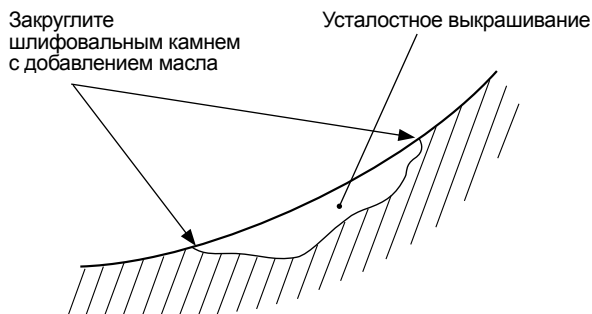
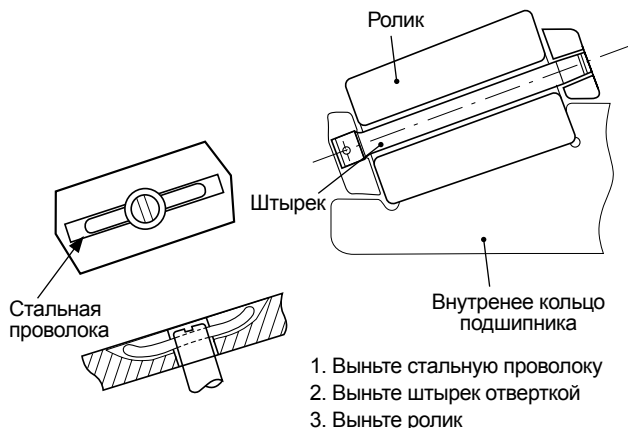

Рис. 4.1. Удаление каверн усталостного выкрашивания на беговой дорожке
Рис. 4.2. Удаление штырька для контрольного осмотра
- (1) Убедитесь в том, что подшипник собран в соответствии с установочными метками.
- (2) Осмотрите торцевую поверхность внутреннего кольца на предмет наличия трещин и царапин. При необходимости удалите их шлифовальным камнем с добавлением масла.
- (3) Осмотрите отверстие внутреннего кольца на предмет наличия трещин, царапин и следов перегрева.
- (4) Осмотрите беговые дорожки внутренних и внешних колец и поверхности роликов на предмет наличия следов больших контактных напряжений. Если возможна большая мгновенная нагрузка на подшипник, замерьте зазор между подкладкой распорки и пластиной. При необходимости предпримите соответствующие корректирующие действия. Если речь идет о четырехрядном коническом роликоподшипнике, то большие контактные напряжения в двух рядах могут быть вызваны недостаточной затяжкой передней крышки. Отрегулируйте толщину. Если следы больших контактных напряжений имеются на двух наружных рядах роликов на небольших подшипниках, причиной может послужить перетяжка передней крышки.
- (5) Осмотрите беговые дорожки внутреннего и наружного колец и поверхность роликов на предмет наличия следов усталостного выкрашивания. Беговые дорожки и поверхности качения могут иметь следы усталостного выкрашивания, если используются дольше заявленного срока работы. Как правило, подшипники, имеющие следы выкрашивания, нельзя использовать повторно. Если выкрашивание небольшое и имеет место на наружном кольце, отшлифуйте вокруг места выкрашивания, вручную, как показано на рис. 4.1, закруглите переход между дорожкой качения и каверной шлифовальным камнем с добавлением масла и смените номер положения нагрузки подшипника. Если сепаратор штырькового типа имеет специальный штырек для контрольного осмотра, выньте этот штырек, как показано на рис. 4.2. Можно проверить беговую дорожку внутреннего кольца.
- (6) Осмотрите беговую дорожку и ролики на предмет наличия ржавчины. Если ржавчина на дорожке или роликах есть, то небольшие ее очаги можно убрать наждачной бумагой или шлифовальным камнем с добавлением масла. Если очаги ржавчины достаточно глубокие и имеют периодичность, равную расстоянию между роликами, подшипник нужно шабрить.
- (7) Осмотрите ролики и беговые дорожки на предмет наличия пластических деформаций. Небольшие пластические деформации можно убрать шлифовальным камнем с добавлением масла. Своевре-